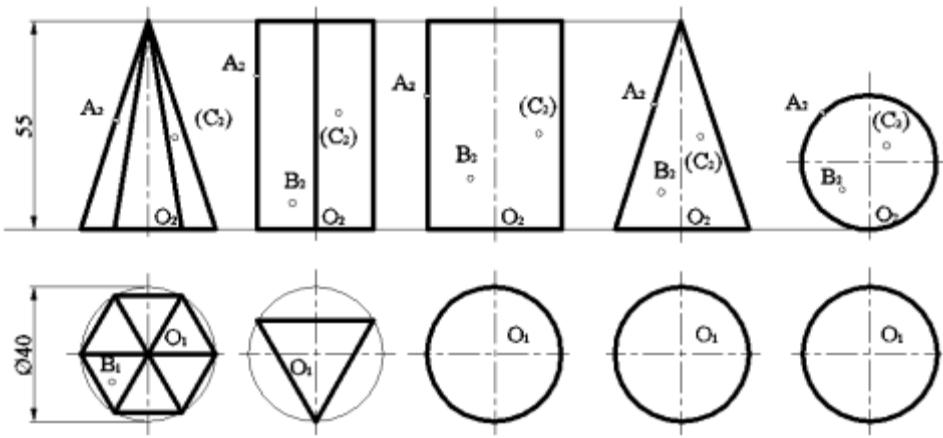

Рисунок 15 - Проекция геометрических тел
- 2.Проанализируйте положение каждого тела по отношению плоскостей проекций и друг друга, см. рис.15;